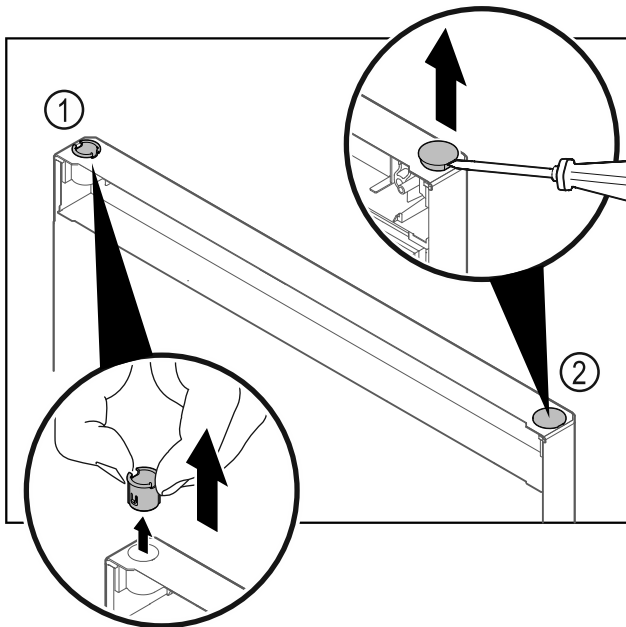

Fig. 28
- Scharnierbus Fig. 28 (1) met de vingers eruit trekken.
- Afdekstop Fig. 28 (2) voorzichtig met een sleufschroevendraaier optillen en eruit trekken.